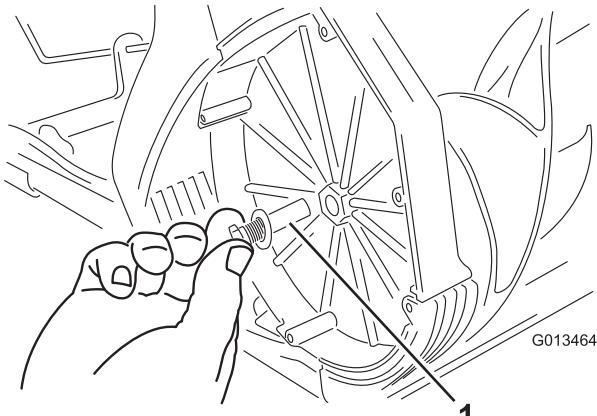

Figure 16
2. Retirez l'axe de la fraise (Figure 16).